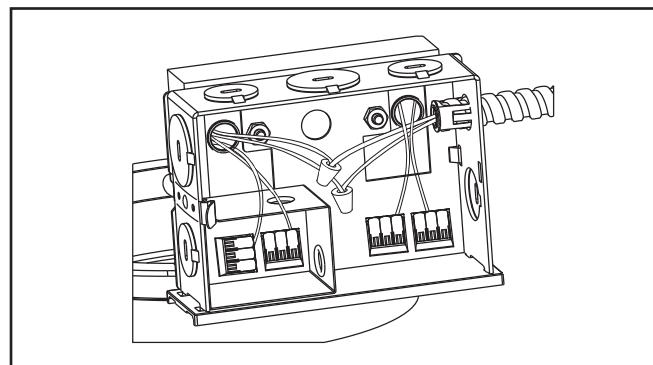

Figure 27.
1. Acheminez l'alimentation électrique à la boîte de jonction (sur le cadre d'enchâssement pour plâtre) selon le Code national de l'électricité ou le code d'électricité de votre région. L'isolant du fil d'alimentation doit avoir une caractéristique nominale d'au moins 90 °C. La boîte de jonction est homologuée pour (4) conducteurs de 12 AWG (deux entrées, deux sorties) pouvant supporter une température de 90 °C et un câblage de dérivation d'alimentation pour les pilotes de type IC et de type enfichables de 120/277 V uniquement. Pour tous les autres cas (8) conducteurs 12 AWG (quatre entrées, quatre sorties) pouvant supporter une température de 90 °C et un câblage de dérivation d'alimentation de 120/277 V uniquement.
2. Retirez le couvercle de la boîte de jonction (Figure 27)
4. Branchez les fils d'alimentation principale aux fils principaux de la boîte de jonction (ligne, neutre et terre) dans le luminaire à l'aide des capuchons de connexion fournis. (Figure 27). Assurez-vous qu'il n'y a pas de fil dénudé sortant du capuchon de connexion.